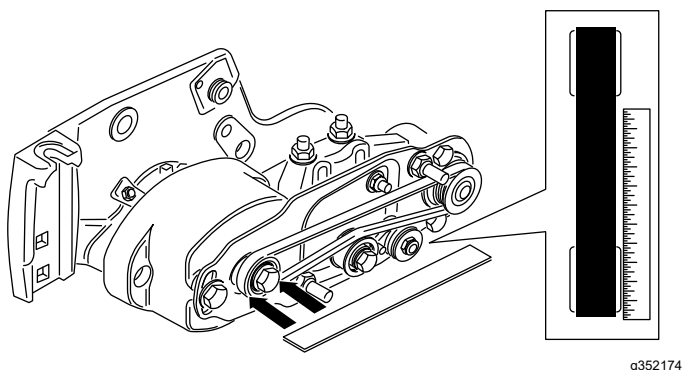

Figura 17
- Disponha uma régua de traçar ao longo da face externa da **polia da transmissão** (Figura 17). **Não** disponha a régua de traçar na polia da transmissão e na polia acionada.